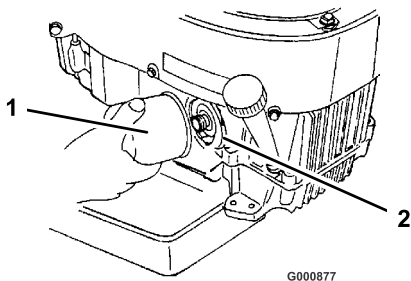

Figure 26
2. Retirez le filtre usagé (Figure 26).
4. Posez le filtre à huile de rechange sur l'adaptateur. Tournez le filtre dans le sens horaire jusqu'à ce que le joint touche l'adaptateur, puis donnez 3/4 de tour supplémentaire (Figure 26).